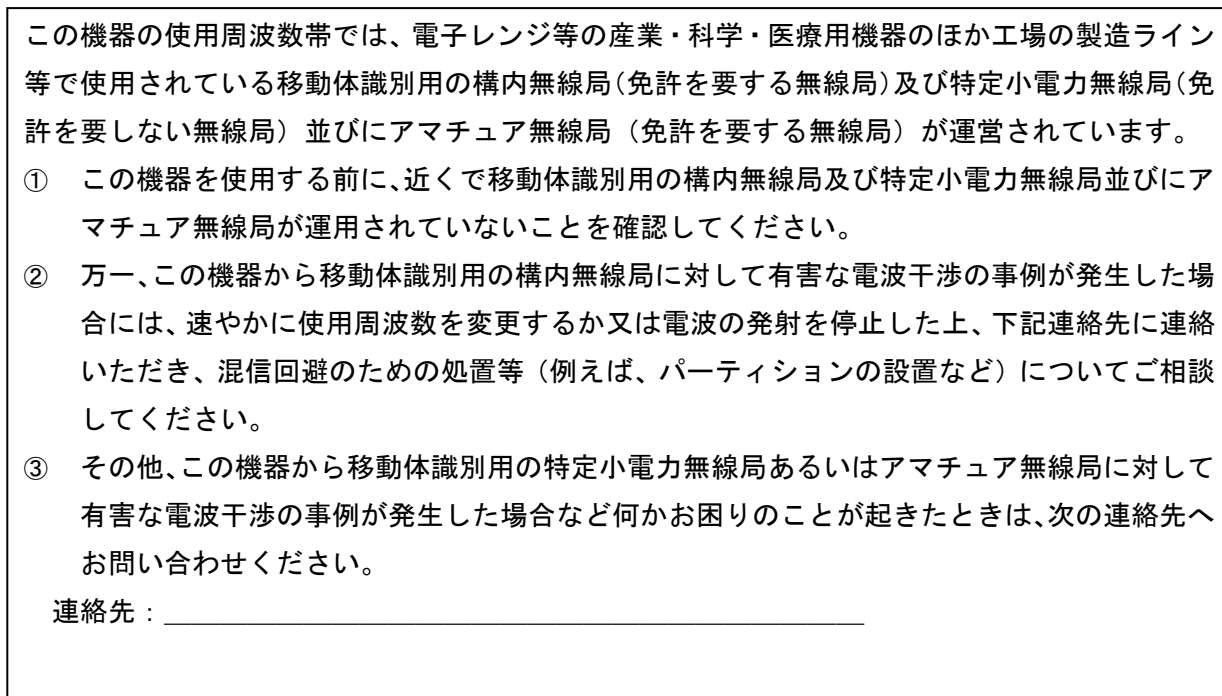

図 10 注意書き (ARIB STD-66 より転載)
- 本モジュールを機器に組み込む場合、取扱説明書、ステッカー、カタログ・パンフレット・ホームページなどに図 10 の注意書きを連絡先とともに記載する必要があります。